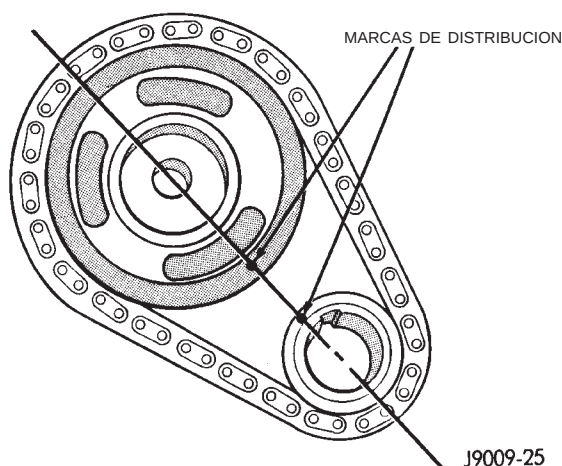

Fig. 50 Alineación de la cadena de distribución
- (7) Retire la correa de transmisión en serpentina.
- (8) Retire el amortiguador de vibraciones del cigüeñal.
- (9) Retire la tapa del cárter de la distribución. Limpie el material de junta de la tapa.
- (10) Gire el cigüeñal hasta que la marca de distribución de la rueda dentada del cigüeñal se sitúe en la línea central y se acerque a la marca de distribución de la rueda dentada del árbol de levas (Fig. 50).
- (1) Limpie el orificio del pasador del árbol de levas.
- (2) Comprima el centro del pasador de muelle de recambio con mordazas de prensa.
- (3) Introduzca con cuidado el pasador en el orificio del pasador del árbol de levas hasta calzarlo.
- (4) Instale la rueda dentada del árbol de levas, la rueda dentada del cigüeñal y la cadena de distribución, alineando las marcas de distribución (Fig. 50).
- (5) Para verificar que la instalación de la cadena de distribución sea correcta, gire el cigüeñal hasta que la marca de distribución de la rueda dentada del